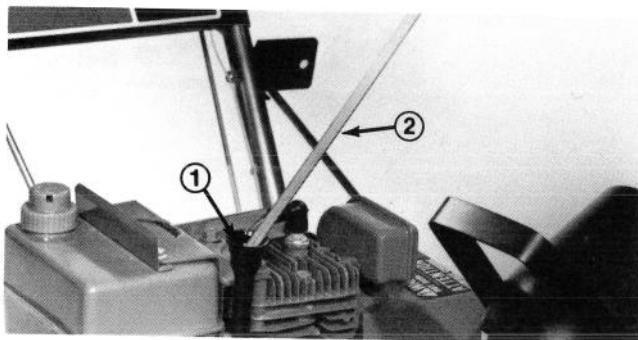

Abb. 14
3. Den Ölmessstab aus dem Kurbelgehäuse herausnehmen (Abb. 14).
4. 0,62 l SAE 5W30 oder SAE 10 Motoröl langsam in die Einfüllöffnung gießen (Abb. 14). Für den Motor ist hochwertiges HD Öl der API Klasse SC, SD oder SE zu verwenden.